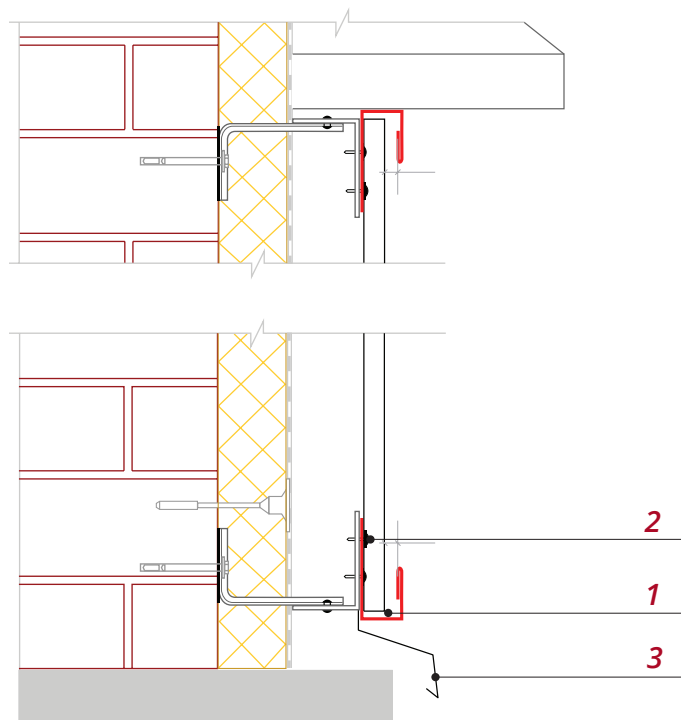

Рис. 4
■ Установите J-профиль 18мм **1** по нижней линии облицовки фасада, по уровню, строго горизонтально (рис. 4). Закрепите планку саморезами **2**. Если предусмотрен цокольный отлив **3**, установите его до монтажа планки.
1. Используется J-профиль 18мм (рис. 4).